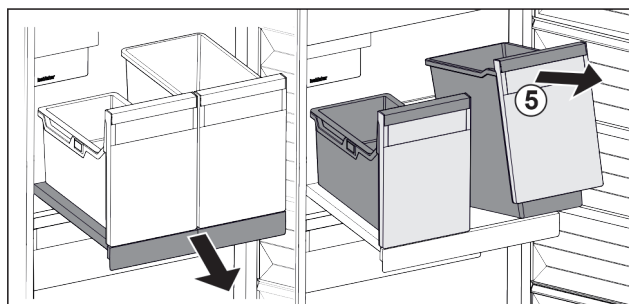

Fig. 23
- ▶ Nádoby Fig. 23 (5) vpředu nadzvedněte.